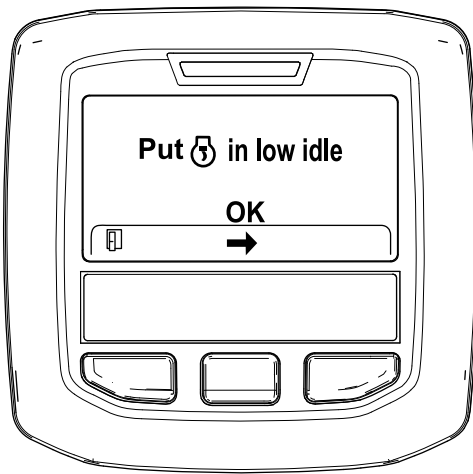

Figure 53
6. Placez la commande d'accélérateur en position de RALENTI et appuyez sur le bouton central (Figure 53).